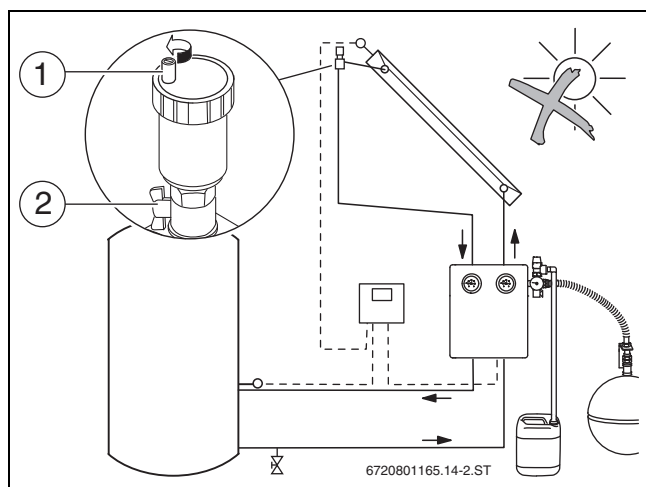

Fig. 35 Deschiderea aerisitorului
- Închideți robinetul cu bilă drept [2] la stația solară și robinetul cu bilă la aerisitor (→ Fig. 35, [2]).